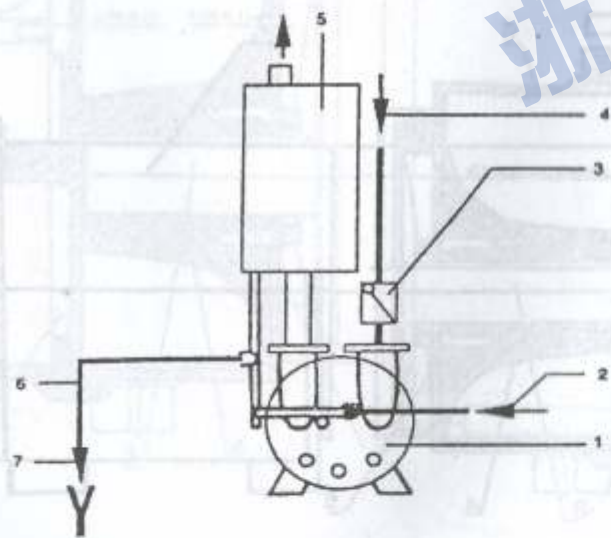

图5 SKA、2BV水环泵系统示意图
SKA、2BV系列水环真空泵及压缩机系统由真空泵（压缩机）、电动机、气水分离器管路组成，如图5所示。
启动按以下顺序进行 (参见图5)
- (1) 打开排气管阀门。
- (2) 启动电动机 (应注意电机的正反转)
- (3) 迅速打开图5供水管2。逐渐增加供水量, 至供水量符合规定要求为止, (应注意不要干运行真空泵)。